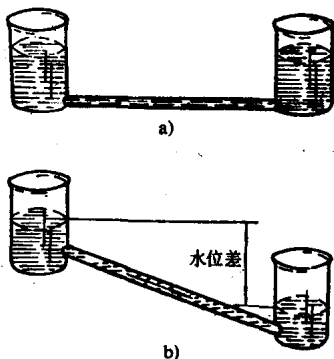

图 1-4 水流的情况
1. 电位和电压: 为了便于理解, 可把电路比作水路, 如图 1-4 所示。水流动的原因是两处水位不同, 它们之间有水位差, 或者说顺着水流的方向有水压。两处水面相平后, 水压消失, 水也就停止流动。